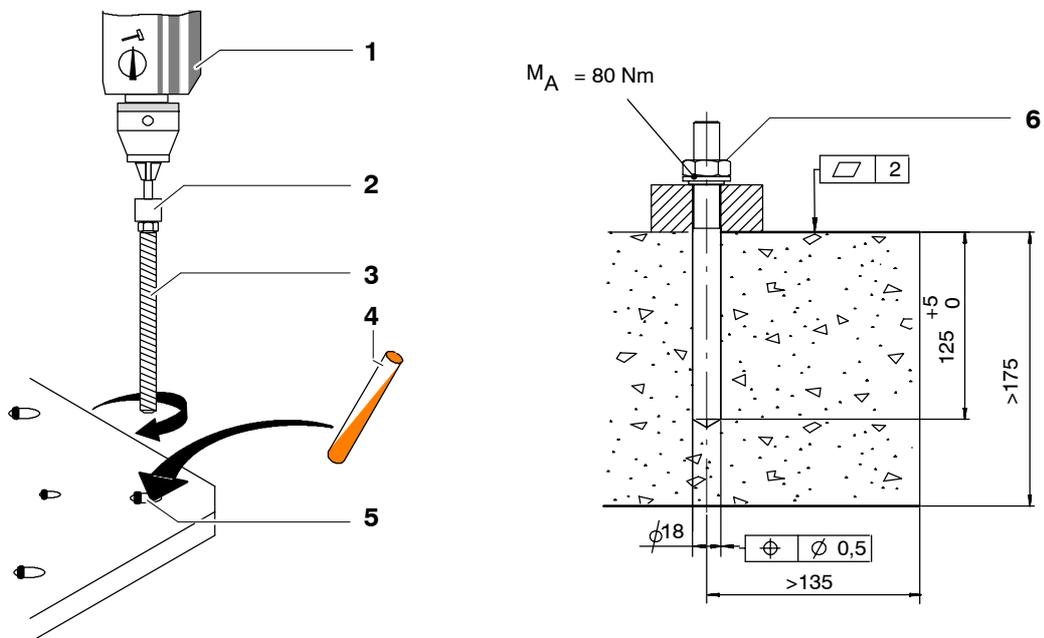

Fig. 53 Fixation du manipulateur, variante 1
- (11) Monter neuf cartouches de mortier (Fig. 53/4).
- (12) Pour chaque trou pour chevilles (5), monter une tige filetée (3). A cette fin, fixer l'outil de tassement (2) dans la perceuse (1). Monter la tige filetée pour l'introduire dans le trou pour chevilles, avec une vitesse max. de 750 min⁻¹ de la perceuse. La tige filetée est en place, lorsque le mortier de collage a été correctement mélangé et que le trou pour chevilles dans le béton est rempli intégralement jusqu'aux bords. Si le trou pour chevilles n'est pas intégralement rempli, il faut immédiatement, à nouveau, retirer la tige filetée et monter une nouvelle cartouche de mortier.
(13) Laisser durcir le mortier.